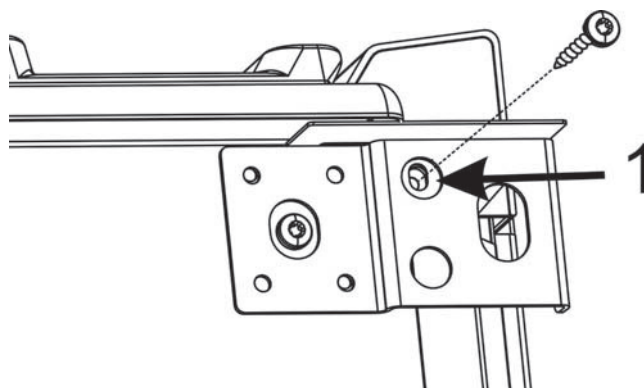

Figure 5 : Mise en place de la vis
- Insérez la vis (mise en réserve ou fournie dans le nécessaire) dans le trou 1 et serrez légèrement (voir Figure 5 : Mise en place de la vis).